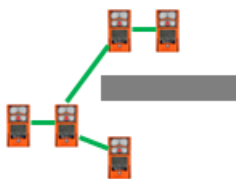

Figure 5.6 Emplacements des instruments pairs d'un groupe LENS
- Avec le paramètre *Manuel*, l'instrument peut rejoindre et quitter n'importe quel groupe LENS selon les besoins (voir la Figure 5.6).